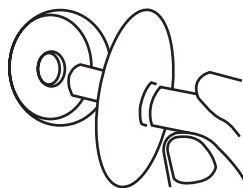

Рис. 4
6. Зафиксируйте при помощи Г-образного болта (рис. 4).